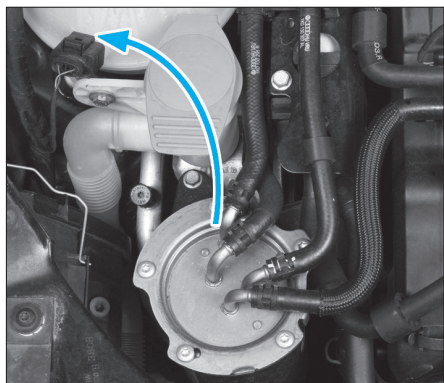

Fig. 4
- Déposer et basculer le filtre à carburant sans débrancher les durits (Fig.4).